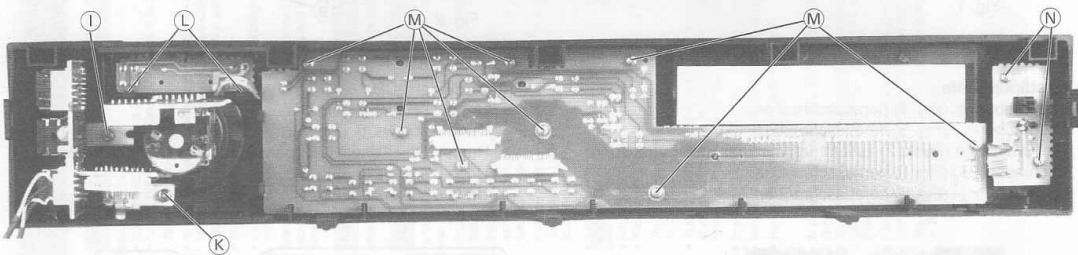

Fig. 7
- Schraube (I) (Fig. 7) herausschrauben.
- Schraube (K) (Fig. 7) herausschrauben.
- Rastnasen (L) (Fig. 7) ausrasten.
- 8 Schrauben (M) (Fig. 7) herausschrauben.
- 2 Schrauben (N) (Fig. 7) herausschrauben.
- Undo screw (I) (Fig. 7).
- Undo screw (K) (Fig. 7).
- Disengage the catches (L) (Fig. 7).
- Undo 8 screws (M) (Fig. 7).
- Undo 2 screws (N) (Fig. 7).